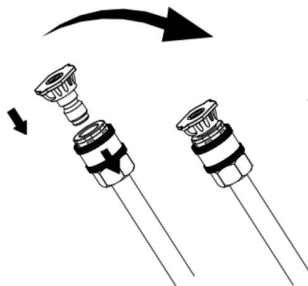

Fig.8
- Coloque la boquilla de pulverización múltiple como se muestra en la Fig.8.